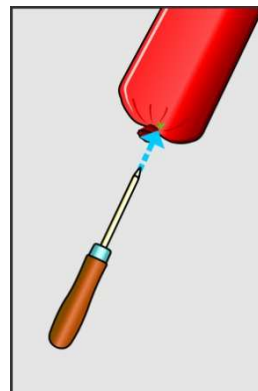

Abb. 4-1
1. Erstelle ein Loch in der Mitte der Patrone (in Patronenlängsrichtung) unter Verwendung eines geeigneten Werkzeuges. (Abb. 4-1).